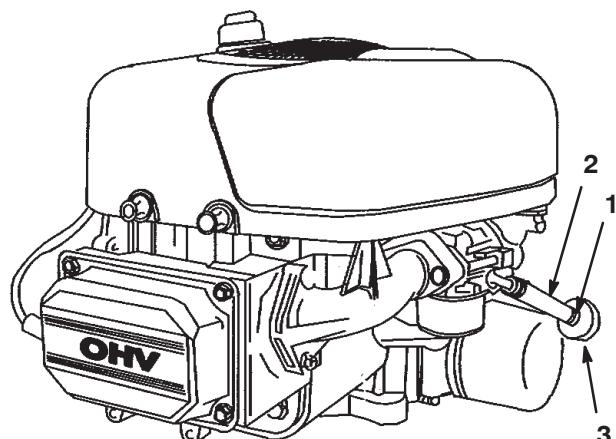

Bild 31
7. Lockern Sie die Schlauchklemme am Kraftstofffilter und schieben Sie sie an der Kraftstoffleitung weg vom Kraftstofffilter (Bild 31).
8. Ziehen Sie die Kraftstoffleitung vom Kraftstofffilter (Bild 31).
11. Schieben Sie die Schlauchklemme ganz an den Kraftstofffilter heran, um die Kraftstoffleitung zu befestigen (Bild 31).
Tauschen Sie den Kraftstofffilter alle 100 Betriebsstunden oder mindestens einmal pro Jahr aus. Tauschen Sie den Kraftstofffilter am besten aus, wenn der Tank leer ist (Bild 31). Bauen Sie nie einen verschmutzten Filter wieder ein, wenn Sie diesen aus der Kraftstoffleitung entfernt haben.
7. Drücken Sie die Enden der Schlauchklemmen zusammen und schieben diese weg vom Kraftstofffilter (Bild 31).